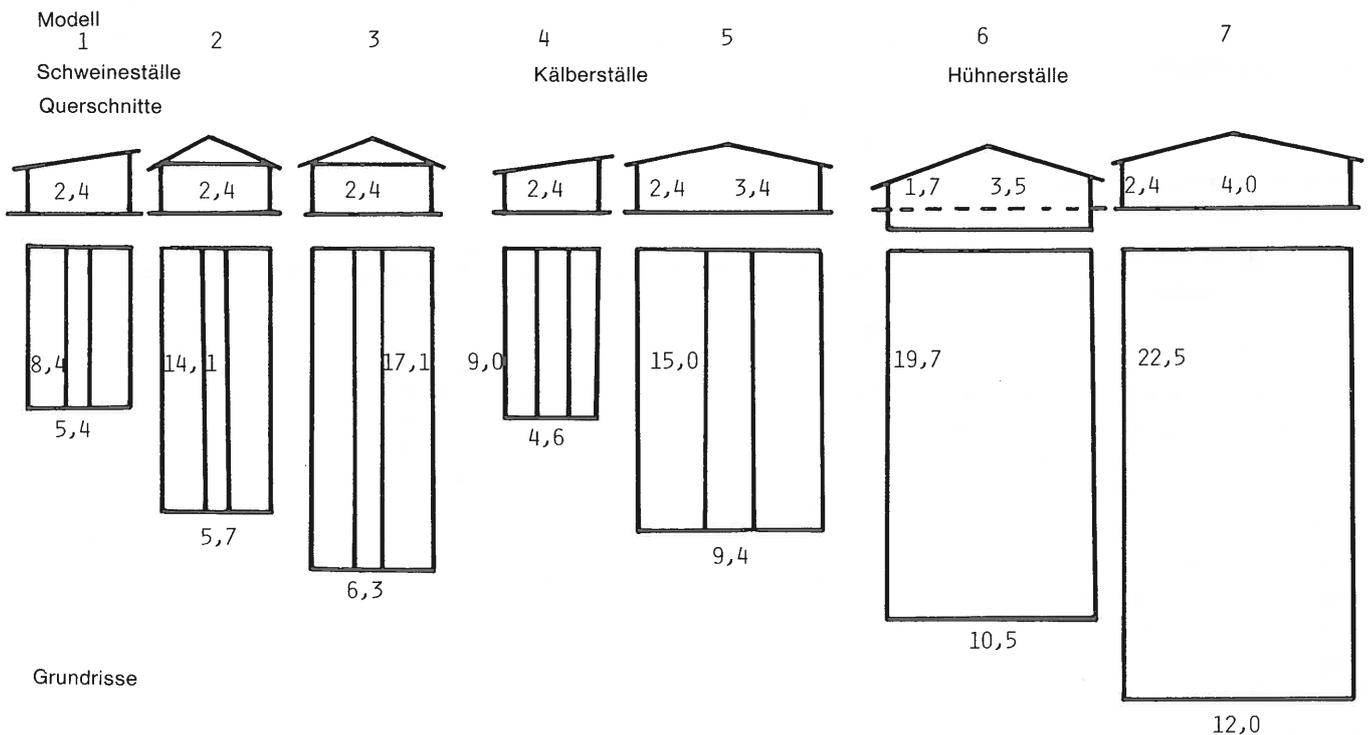

Abb. 5: Innenabmessungen der Modellställe, durchschnittliche bzw. minimale und maximale Höhe, Länge und Breite.
Für alle diese Berechnungen stehen Computerprogramme zur Verfügung (6). Es werden insgesamt **sieben Modellställe** für Schweine, Kälber und Hühner unterschiedlichen Gewichtes gewählt (Abb. 5). Für die Stallausenhülle werden **durchschnittliche k-Werte** von 0,35 (sehr gut), 0,70 (gut) und 1,05  $\text{W}/\text{m}^2\text{K}$  (mässig) angenommen. Der Platzbedarf der Tiere und die Stallklimadaten entsprechen den Vorschriften (2, 3, 9, 10). Stallart, Stalloberfläche, Stalloberfläche zu Stallvolumen, Belegung, Stallvolumen und Stallgrundfläche je Tier, Tiergewicht und Innentemperatur sind für je-